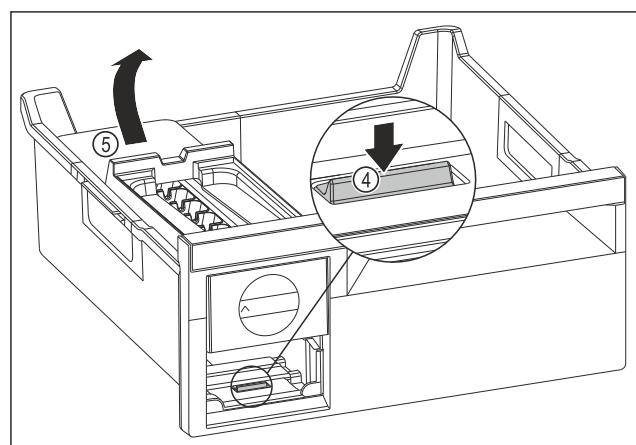

Fig. 197
- EasyTwist-Ice-Körper entnehmen: Lasche Fig. 197 (4) mit Finger nach unten drücken und gleichzeitig mit der anderen Hand den EasyTwist-Ice-Körper Fig. 197 (5) von hinten anheben.